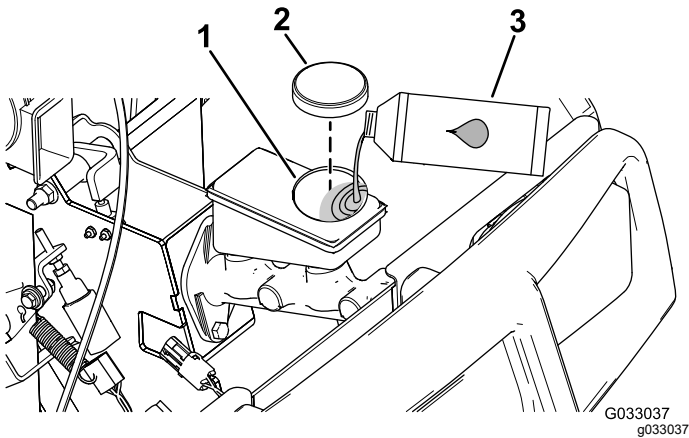

Figure 65
4. Soulevez le capot pour accéder au maître-cylindre de frein et au réservoir (Figure 65).
- A. Nettoyez la surface autour du bouchon du réservoir et enlevez le bouchon (Figure 65).
- C. Remettez le bouchon du réservoir (Figure 65).